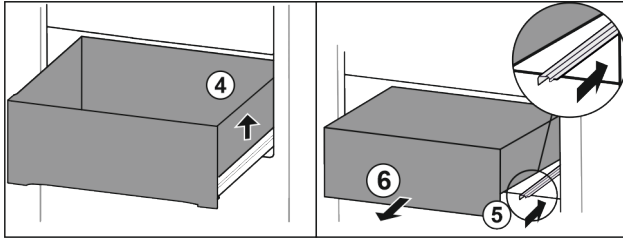

Fig. 107
- ▶ Emelje meg a fiók jobb oldalát. *Fig. 107 (4)*
- ▶ Tolja be a jobb oldali sínt. *Fig. 107 (5)*
- ▶ Vegye ki a fiókot előrefelé. *Fig. 107 (6)*